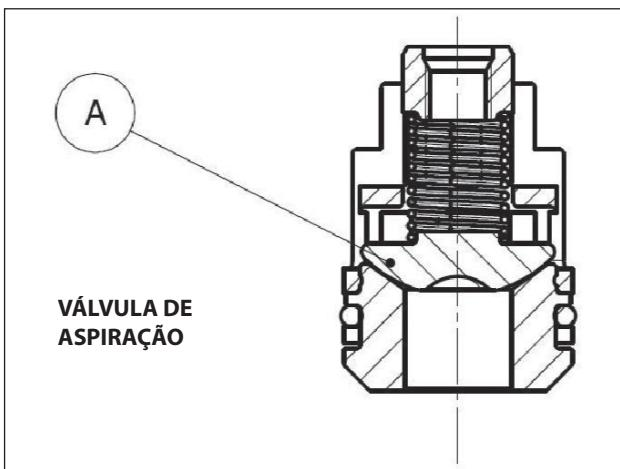
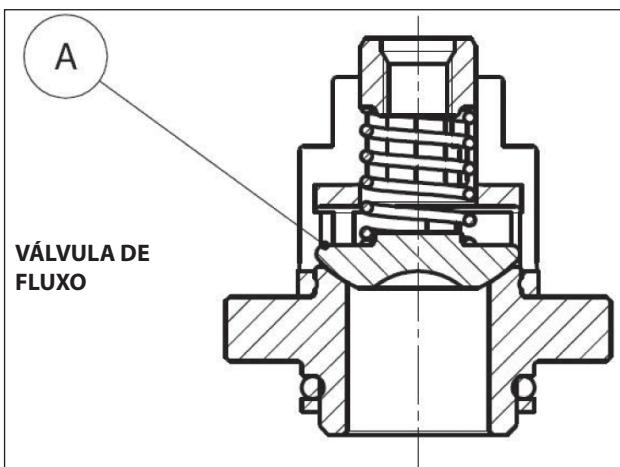

Fig. 26
Fig. 27
- Para versão HF18, no entanto, preste atenção para não inverter também as válvulas esféricas de aspiração com aquelas de fluxo "A" (Fig. 26, Fig. 27), pos. de explosão 46, conforme indicado no capítulo 16 do *Manual de uso e manutenção*.